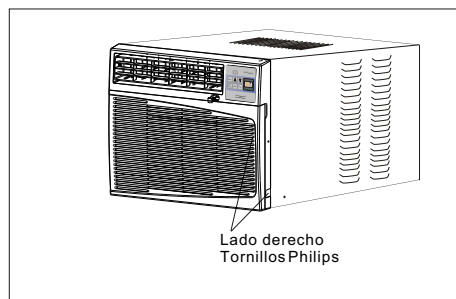

Fig. 1
NOTA: conserve la caja de la unidad y los materiales de empaque para almacenarla o transportarla en el futuro. Antes de instalar la unidad compare el contenido del juego de herrajes con la lista de control del modelo correspondiente. Consulte las siguientes listas (Fig. 1).
(Fig. 1)
A. Quite los 4 tornillos Philips que sujetan el armazón al gabinete. Hay 2 tornillos de cada lado. Los tornillos que están más cerca del frente de la unidad sujetan el panel frontal al gabinete. Los tornillos que están más cerca de la parte trasera de la unidad sujetan el gabinete al armazón. Vea la (Fig. 1).
B. Asegure la rejilla frontal al gabinete con los tornillos Philips que quitó anteriormente (Fig. 1).